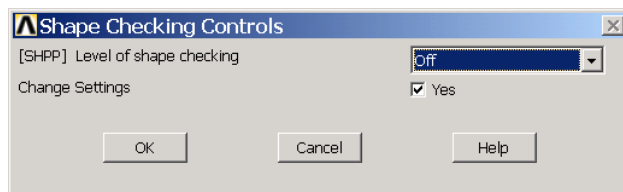
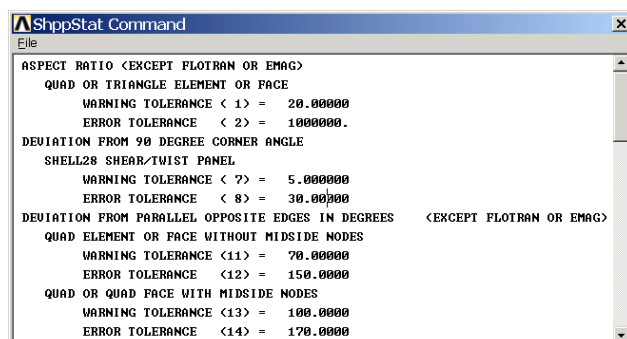
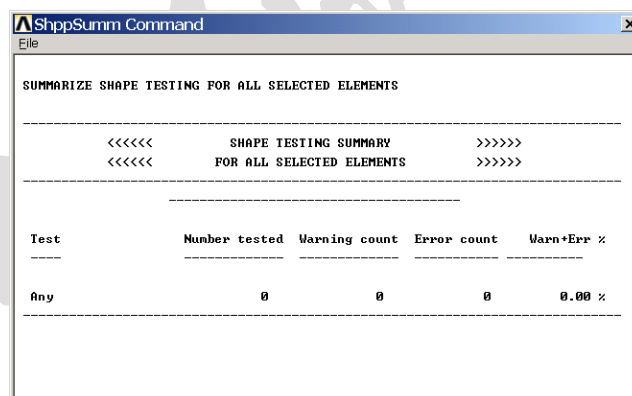

图4.76 形状检查控制对话框
图4.78 列表显示形状限制参数
图4.79 网格质量检查结果
默认情况下上述检查项目都是打开的，如果用户想全部关闭这些项目，可单击 **Main Menu>Preprocessor>Checking Ctrl>Shape Checking** 菜单，在弹出的图 4.76 所示的对话框中选择【Level of shape checking】下拉列表框为【off】，并单击【OK】即可。
(1) 单击 **Main Menu>Preprocessor>Checking Ctrl>Shape Checking** 菜单，出现如图 4.76 所示的【Shape Checking Controls】对话框。
说明：用户可在图 4.76 所示的对话框中选择【Level of shape checking】下拉列表框为【Status】，然后单击【OK】按钮，将列表显示当前的形状限制参数，如图 4.78 所示。
用户设置好了形状限制参数后，程序就可以对当前生成的网格进行检查了。要查看形状查看结果，可击 Main Menu>Preprocessor>Checking Ctrl>Shape Checking 菜单，在弹出的图 4.76 所示的对话框中选择【Level of shape checking】下拉列表框的【Summary】选项，并单击【OK】按钮，接着弹出检查结果窗口，如图 4.79 所示。